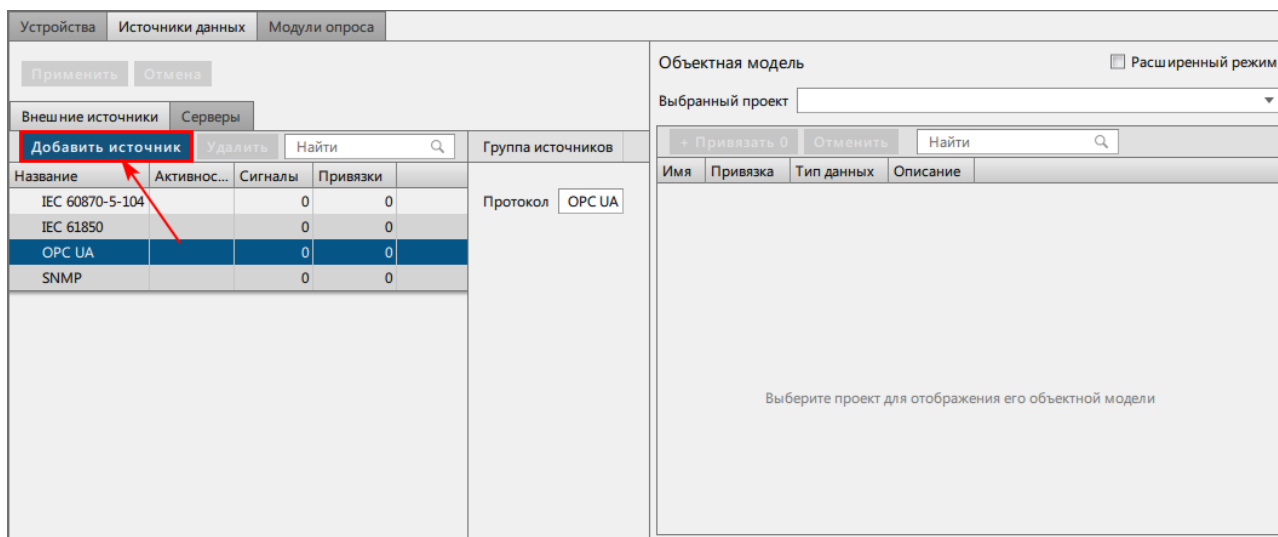

Рисунок 212 - Добавить источник
2. Выполните добавление источника: **Источники данных** → **Внешние источники** → **OPC UA** → **Добавить источник** (Рисунок 212).